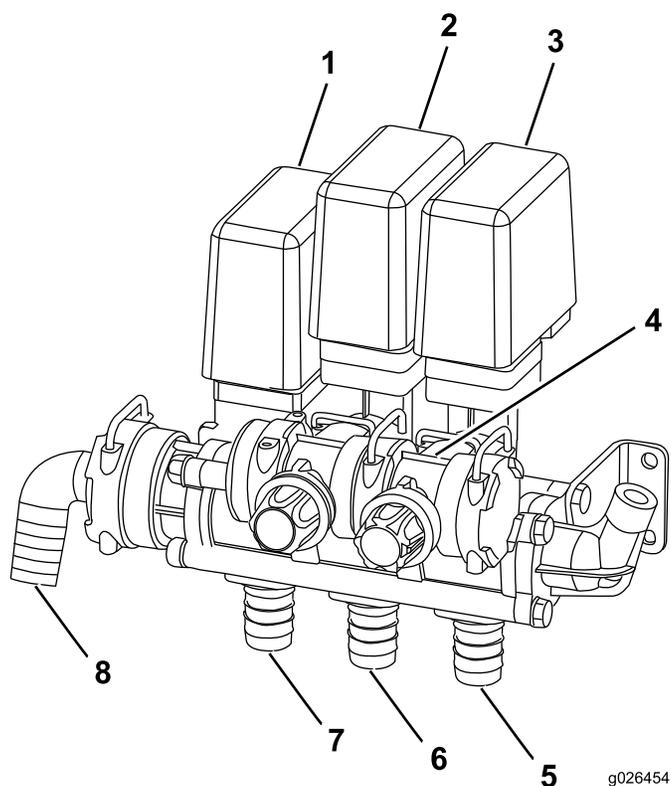

Figure 6
9. Posez le bloc de dérivation d'origine ainsi que le neuf fourni dans le kit (Figure 6).
11. Rebranchez les flexibles au bloc de vannes (Figure 6).